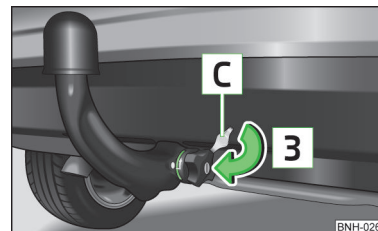

Abb. 104
- Die Kappe **C** auf das Handradschloss in Pfeilrichtung **3** » Abb. 104 stecken.